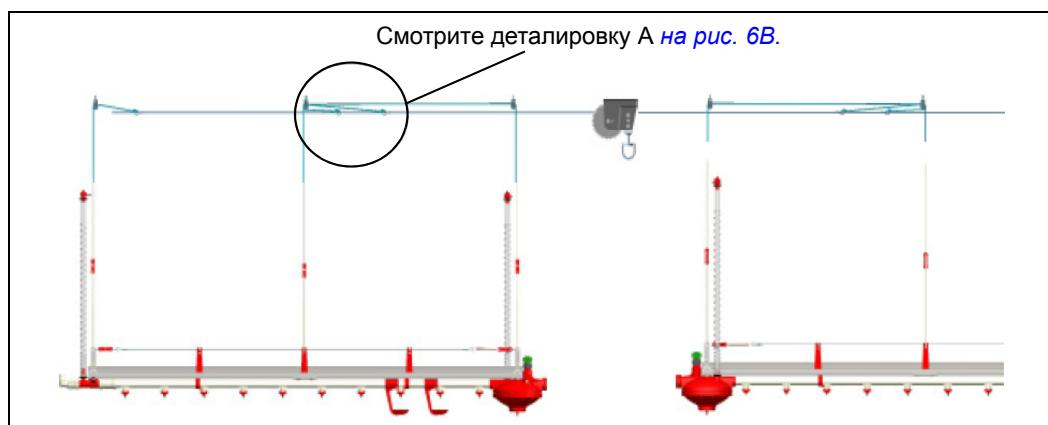

Рисунок 6A
3. Установите следующие подвесные шнуры, направив эти шнуры через шкив к вороту. Привяжите шнур к креплению, подсоединенном к тросу, и обожмите его в шести дюймах (6") от шкива. *См. Рисунок 6A.*